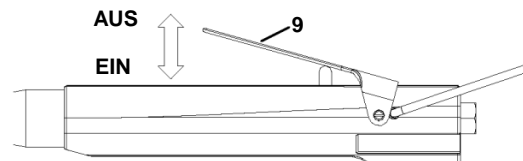

Abb. 4 Ein-/Ausschalten mit Hebelventil
Den Schrauber auf die Schraube setzen und durch Betätigung des Ventilhebels (9) einschalten. Bei Erreichen des voreingestellten Drehmomentes schaltet der Schrauber selbsttätig ab. Ventilhebel loslassen. (siehe Abb. 4)